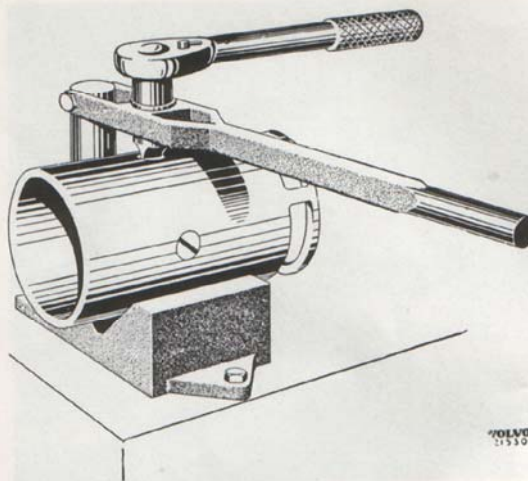

Bild 29. Demontering av fältlindning.
2. Placera generatorhuset i ett V-block enligt bild 29. Tryck nedåt samtidigt som mejseln vrides. Skruvarna sitta som regel ganska hårt. Se där-